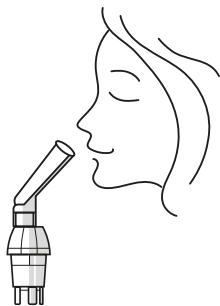

Рисунок 8
- Возьмите насадку в рот и вдыхайте аэрозоль через рот (рисунок 8). Дыхание должно быть ровным. Во время ингаляции рекомендуется держать емкость вертикально. Допускается небольшой наклон.